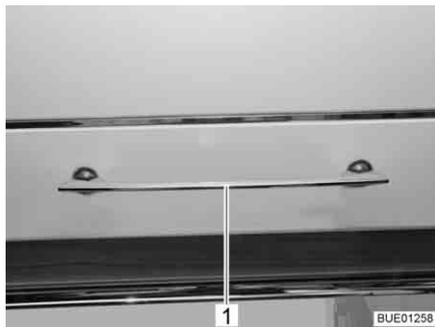
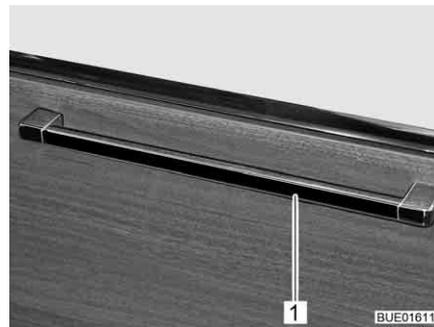

Fig. 75 Trampilla de mueble con tirador de desbloqueo
Fig. 76 Trampilla de mueble con tirador de desbloqueo (alternativa)
- Según la posición de instalación, presionar el tirador de desbloqueo (Fig. 75,1 ó bien Fig. 76,1) hacia arriba, hacia el lado o hacia abajo y mantenerlo presionado.